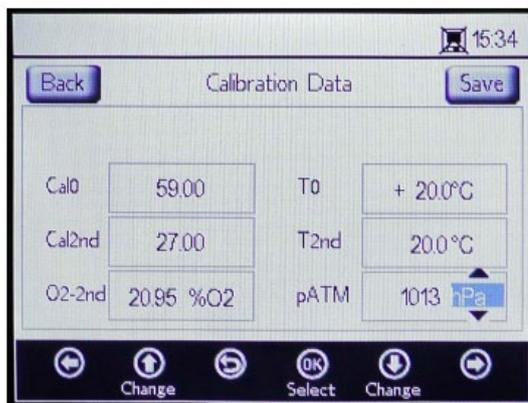

Figura 52. Schermata dei dati di taratura - Modifica dell'unità di pressione
1. Modificare i valori per Cal0, T0, Cal2nd, T2nd e pATM in base ai valori indicati nel Certificato di taratura. Vedere Figura 52.